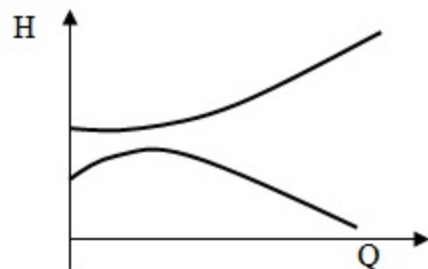

Рис.6 Режим роботи відсутній.
- 4 Режим роботи відсутній (рис. 6) — якщо характеристики не перетинаються.